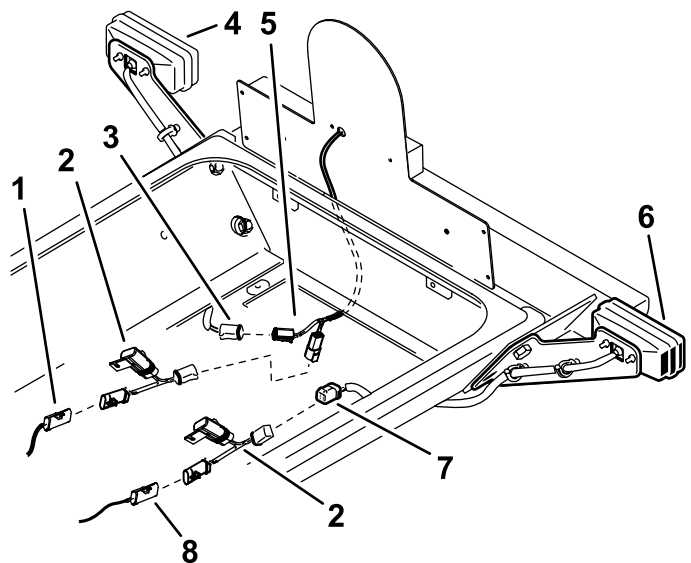

Figura 20
13. Su ciascun lato, collegate il cablaggio preassemblato del ponticello accluso nei connettori del cablaggio posteriore delle macchine (Figura 20).
14. Disponete il cablaggio destro sotto il lato destro del trattorino verso il fanale posteriore destro. Inserite i connettori dei fanali posteriori nel connettore pigtail del fanale destro e nel cablaggio preassemblato del ponticello (Figura 20).
15. Disponete il cablaggio sinistro sotto il lato sinistro del trattorino verso il fanale posteriore sinistro. Inserite il connettore del cablaggio preassemblato del ponticello nel connettore pigtail del fanale sinistro (Figura 20).